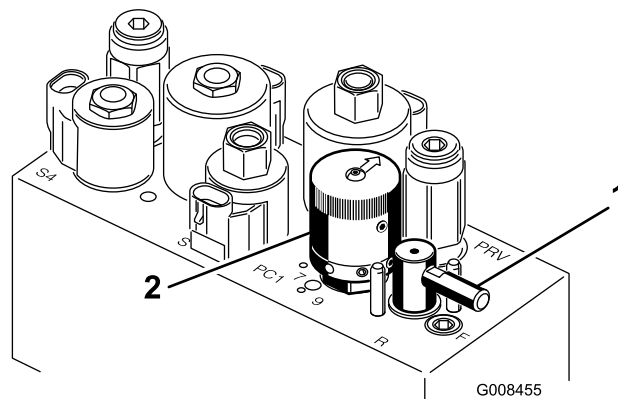

Bild 56
5. Drehen Sie den Läpphebel auf R (Bild 56).
6. Drehen Sie den Spindeldrehzahlregler auf 1 (Bild 56).